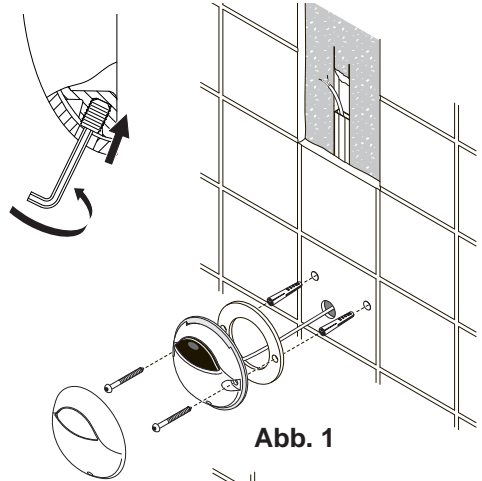
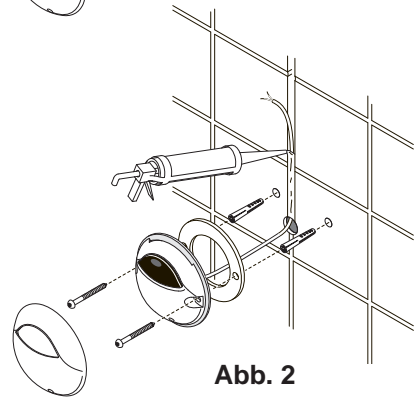

Abb. 1
Abb. 2
1. Fräsen Sie ein Loch für den Sensor und einen Kabelkanal zur Sensorbox in die Wand. Idealerweise sollte der Infrarotsensor auf einer einzelnen Fliese montiert werden, um eine perfekte Abdichtung zu gewährleisten. Sorgen Sie dafür, dass das Loch und der Kabelkanal groß genug sind, damit das Sensorkabel nicht geknickt wird. Es wird empfohlen das Sensorkabel in einem Kabelkanal zu verlegen, wie in Abbildung 1 gezeigt. Wenn das Sensorkabel in einer bereits gefliesten Wand verlegt werden soll, empfiehlt es sich das Kabel in einer Fliesenfuge zu verlegen und mit Silikon abzudichten, wie in Abbildung 2 gezeigt. Für Wartungszwecke sollte etwas Kabel in einer Schleife direkt hinter dem Sensor in der Wand verlegt werden. Für eine eventuelle Verlängerung des Sensorkabels liegen 3 Stück 3M™-Kabelverbinder im Lieferumfang dabei. Sehen Sie dazu auch in das Kapitel "**Verlängern des Sensorkabels**".